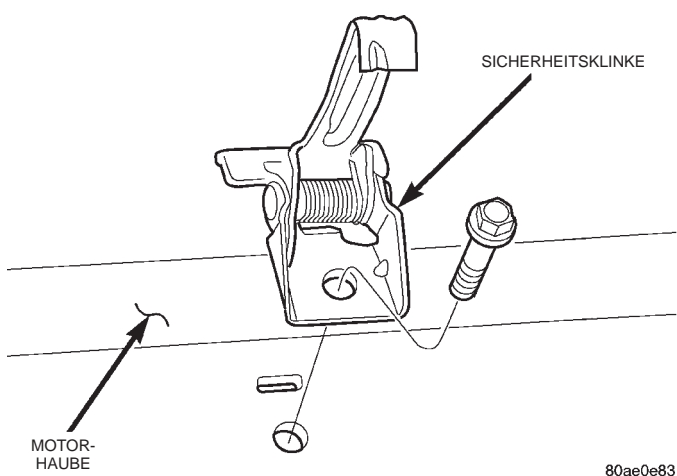

Abb. 3 Sicherheitsklinke der Motorhaube
- (1) Motorhaube anheben und abstützen.
- (2) Befestigungsschraube lösen, mit der die Sicherheitsklinke an der Motorhaube befestigt ist (Abb. 3).
- (3) Sicherheitsklinke von der Motorhaube abbauen.